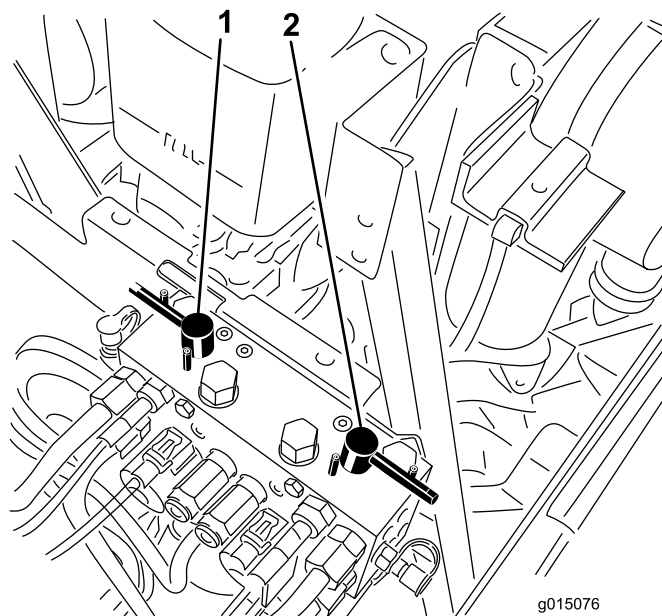

Figura 85
4. Selezionate le leve di lappatura anteriore, posteriore o entrambe per stabilire gli elementi da lappare (Figura 85).